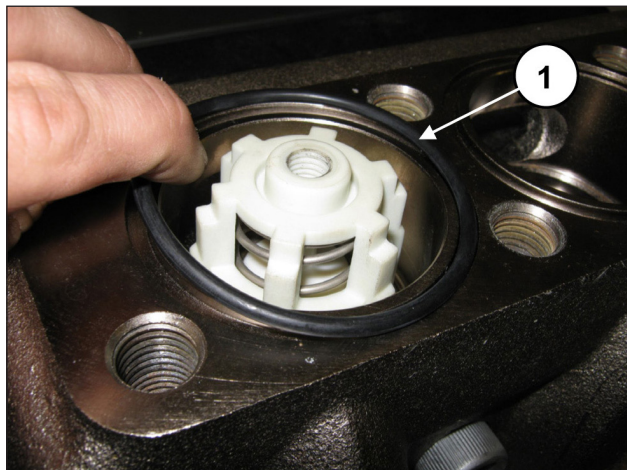

Fig. 164
Aplicar la junta tórica frontal en las válvulas de envío (pos. ①, Fig. 164).